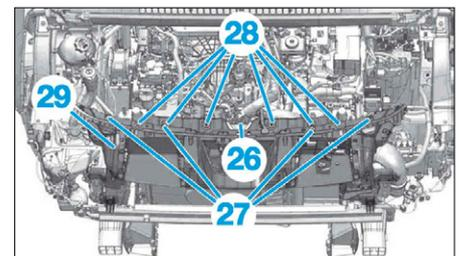

FIG. 107
- Déposer les vis de fixation de la serrure de capot (26) (Fig.107).
- la serrure de capot moteur (26),
- les clips de fixation (27) de l'armature supérieure,
- les vis de fixation (28) de l'armature supérieure,
- l'armature supérieure de pare-chocs avant (29),